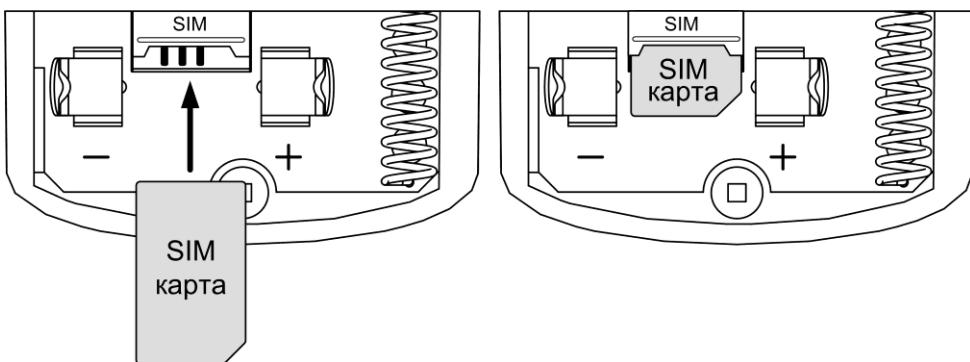

Рис.15 Установка SIM карты
SIM карта устанавливается при полностью отключенном питании прибора и извлечённой батареей питания в разъём (слот) SIM, контактами к плате, срезом – как показано на рис.15.
2. Убедитесь, что SIM карта установлена в соответствии с рис.15, либо установите SIM карту (если не установлена) – см. рис.15.
3. Подключите батарею питания - извлеките защитную пластину из контактов батареи питания (см. рис.15) или установите батарею питания, соблюдая полярность (если она была извлечена).